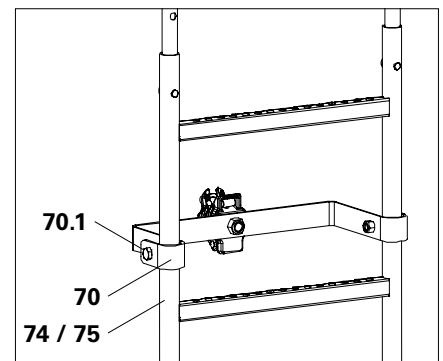

Abb. A9.08a
1. Steigleiter UAV (**74 / 75**) mit Leiteranschluss UAV (**70**) vormontieren. (Abb. A9.08a)